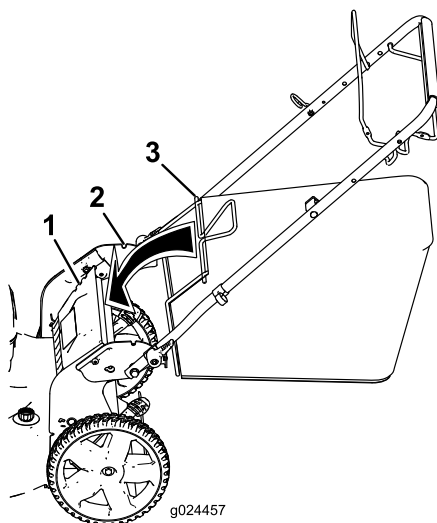

Figure 15
1. Soulevez le déflecteur arrière et gardez-le dans cette position (Figure 15)
2. Montez le bac à herbe en veillant à placer les ergots dans les crans du guidon (Figure 15).